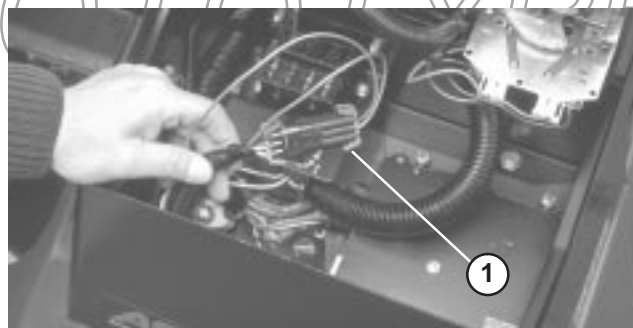

Bild 32
2. Öffnen Sie die Armaturenbrettabdeckung. Ermitteln Sie den Kabelbaum und den Rückführungsstecker. Ziehen Sie den Rückführungsstecker vorsichtig aus der Kabelbaumbuchse (Bild 32).